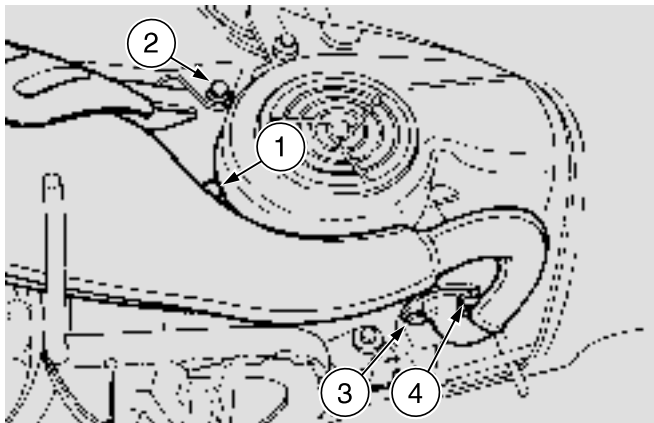

Fig. 32
- ◆ Dévisser et ôter les deux vis (1-2-Fig. 32) de fixation du silencieux au moteur en gardant les deux douilles de la vis supérieure (2-Fig. 32).
**Couple de serrage des vis (1-2-Fig. 32):
- ◆ Dévisser et enlever les vis (3-4-Fig. 32).
**Couple de serrage des vis (3-4-Fig. 32):